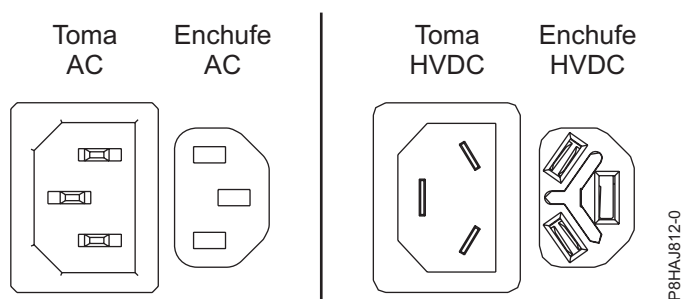
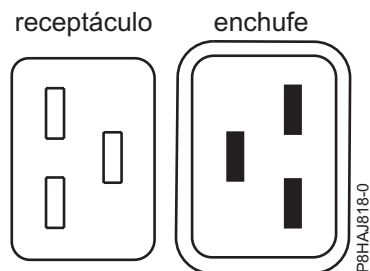
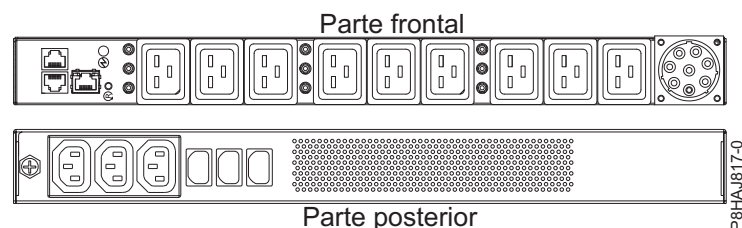

Figura 39. Conectores CA y HVDC
Figura 40. Conectores para el sistema 8408-44E
Figura 41. PDU para el sistema 8408-44E
En Figura 39 se muestran los conectores admitidos de corriente alterna (CA) y de corriente directa de alto voltaje (HVDC). En Figura 40 y en Figura 41 se muestran los conectores admitidos y la unidad de distribución de alimentación (PDU) para 8408-44E.